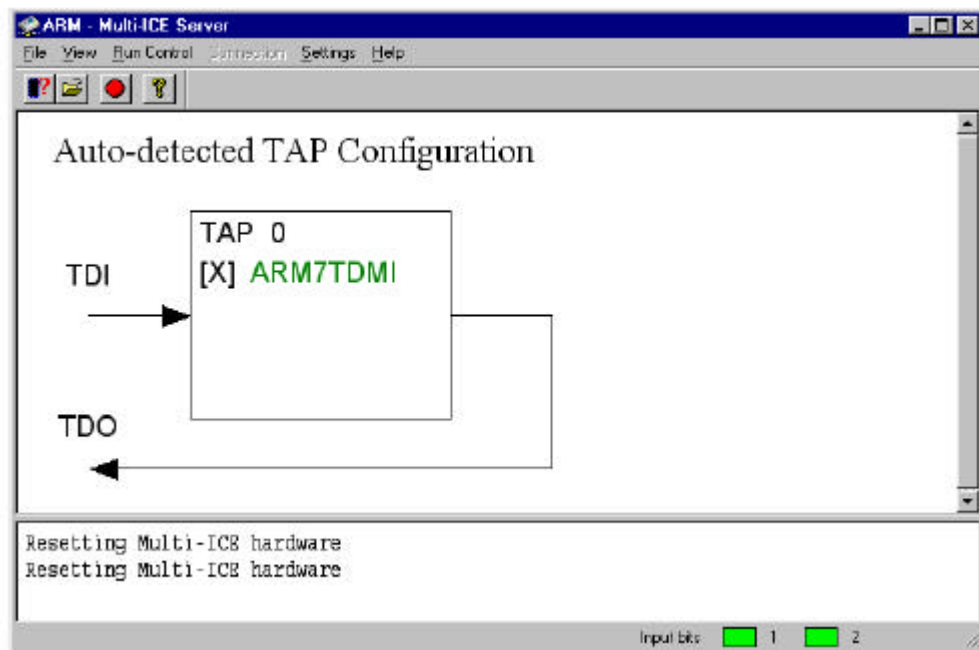

图 7 ARM7TDMI 的 Multi-ICE server 配置窗口
- 4 配置 server。通常可以通过自动配置命令来完成。选择 **File→Auto-configure**，等待直到 server 检测到目标板。如果 server 提示设备为“未知”，则必须手动配置 server。配置成功后，屏幕将如图 7 所示。